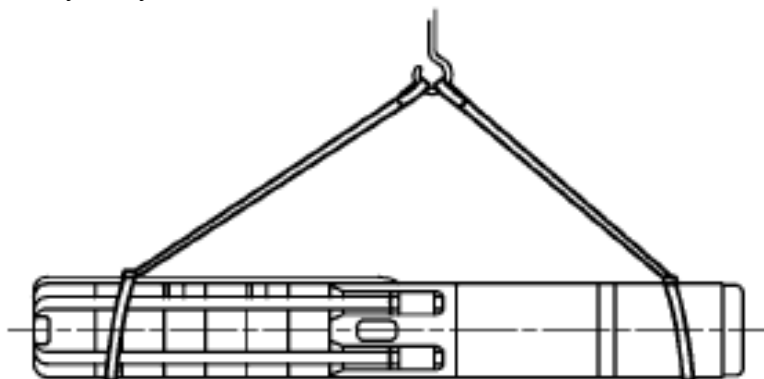

Рис. 5
10.3 В процессе погрузки и выгрузки агрегатов не допускать их ударов между собой, падений с транспортного средства, резких толчков (схема строповки см. рис. 5). Не допускать положений, при которых агрегат мог бы подвергаться излому.